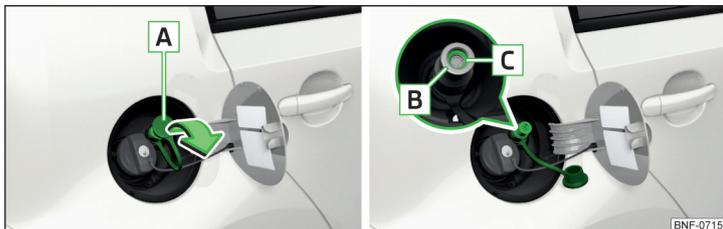

Fig. 134 Tubos de alimentación de gas
- > Retirar la tapa **A** » fig. 134 en el sentido de la flecha y colocar el acoplamiento de llenado de la instalación de repostaje sobre el tubo de alimentación **B**.
- > Comprobar si el anillo obturador **C** » fig. 134 permanece encajado en el tubo de alimentación **B**. Si el anillo obturador se ha deslizado sobre el acoplamiento de llenado, se deberá introducir de nuevo en el tubo de alimentación.